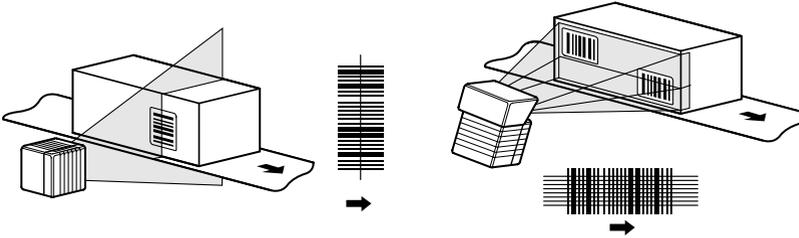
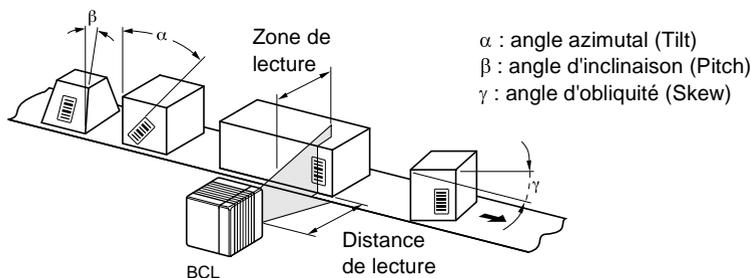

Figure 6.4 : Attribution de la procédure de balayage au code à barres et à la direction de convoyage
Figure 6.6 : Scanner à faisceau unique : angle de lecture apparaissant entre la ligne de balayage et le code à barres
L'alignement optimal du BCL est obtenu lorsque la ligne de balayage balaie les traits du code à barres presque dans un angle droit (90°) (Figure 6.4). Les angles de lecture possibles qui peuvent apparaître entre la ligne de balayage et le code à barres doivent être pris en compte (Figure 6.6 et Tableau 6.1).
- pour le scanner à faisceau unique avec miroir oscillant, le panneau latéral large (face arrière du miroir oscillant) soit approximativement parallèle à la surface du code à barres.Tenir compte de l'angle de lecture possible apparaissant pour la lecture ultérieure (Figure 6.6).